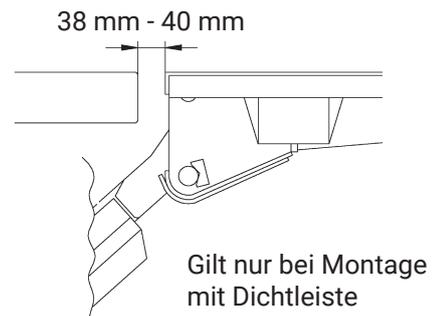
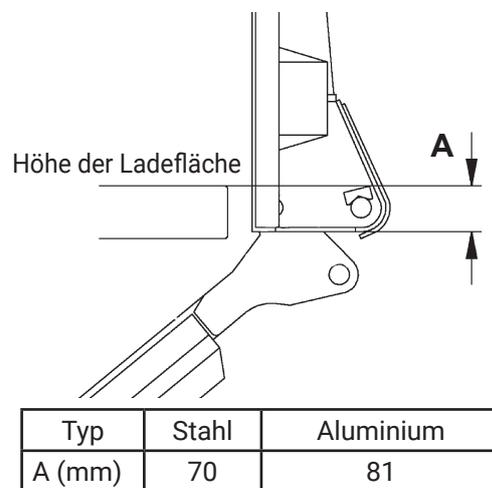

Abbildung 36. Position bezüglich der Hecktraverse des Fahrzeugs kontrollieren
Abbildung 37. Der Unterhang (A) der Plattform variiert je nach Bordwandtyp. Dies sollte bei der Montage der Oberkantendichtung beachtet werden.
- Die Ladebordwand vorsichtig bis zur Ladefläche hochfahren und in die Vertikalstellung kippen. Die Stellung im Verhältnis zur Hecktraverse und zu den Seitensäulen des Fahrzeugs prüfen. Sehen Abbildung 36 und Abbildung 37.